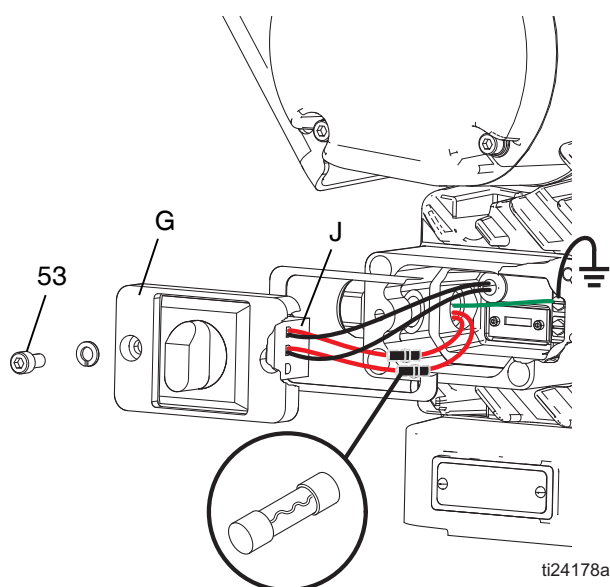

FIG. 9: Ubicación de los fusibles
3. Saque dos tornillos (53) y extraiga la tapa de la caja de conexiones (G) del controlador para poder acceder al bloque de desconexión (J). Consulte la FIG. 9.
13. Enrolle con cuidado los cables en la caja de conexiones (S) alrededor del bloque de desconexión (J) y coloque de nuevo la tapa de la caja de conexiones (G). Coloque los dos tornillos (53) y las arandelas, y apriételos. Consulte la FIG. 9 en la página 13.